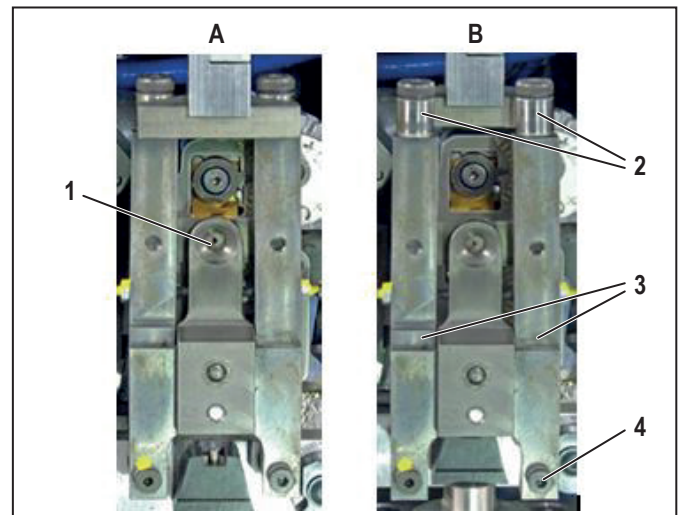

Figure 8.3 Unité de fixation des conducteurs semi-rigides en position de fonctionnement (A) et tirée vers l'avant (B)
Pour assurer un fonctionnement parfait, les opérations de maintenance décrites ci-après (voir le paragraphe Figure 8.3) doivent être réalisées en respectant les intervalles mentionnés.
- Tirer vers l'avant l'unité de fixation des conducteurs semi-rigides (Figure 8.3, B).
- Vérifier que les rouleaux (2) peuvent bouger librement. Si nécessaire, lubrifier les points de rotation des rouleaux.
- Huiler les points de rotation (4) de l'unité de fixation des conducteurs semi-rigides.
- S'assurer que l'unité de fixation des conducteurs semi-rigides est en position avant (Figure 8.3, B).
- Retirer la vis en bas à droite de l'unité de fixation des conducteurs semi-rigides (Figure 8.3, 4).